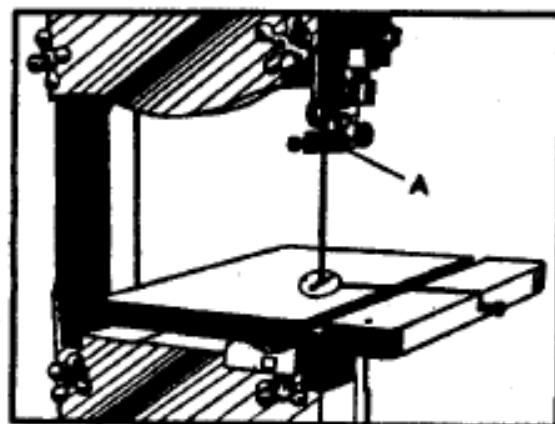

Рис. 21
Узел верхней направляющей полотна должен также быть отрегулирован так, чтобы направляющие (A) полотна, *Рис. 21*, были заподлицо с полотном.